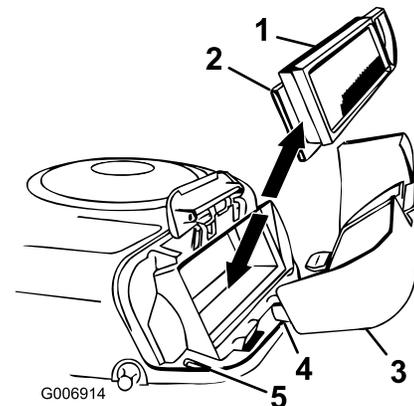

Bild 23
7. Schieben Sie den Papier- und den Schaumeinsatz vorsichtig vom Gebläsegehäuse herunter (Bild 23).
2. Fluchten Sie die Nasen des Luftfilterdeckels mit den Schlitzen im Gebläsegehäuse aus (Bild 23).